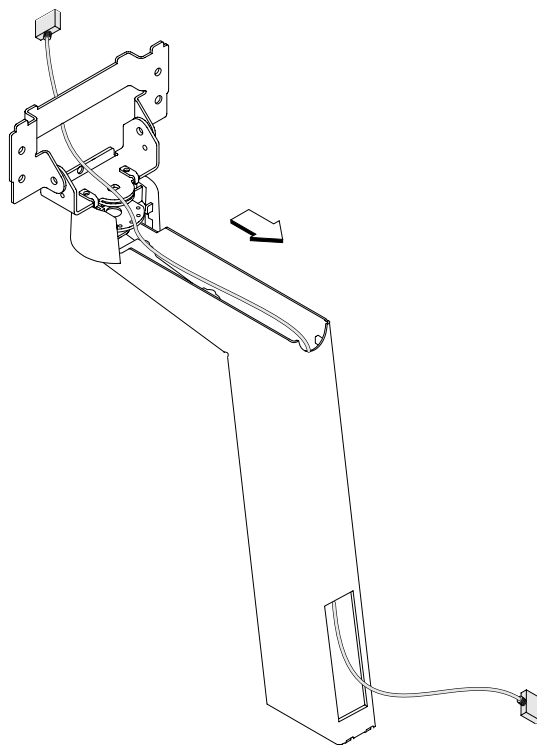

図 15. ビデオ・ケーブルを経路指定する方向
2. 15ページの図15 に示すように、分離型脚柱の中を通して下の方にビデオ・ケーブルの経路を定めて、接続しないでそのままにしておきます。